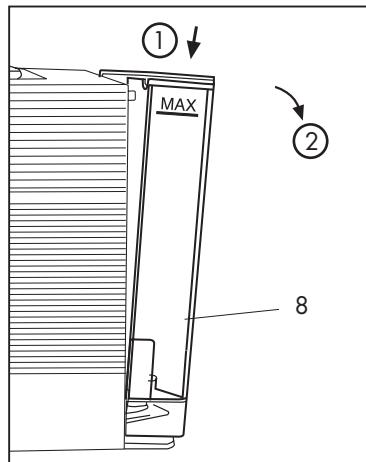

Fig. 1
- Pour extraire le réservoir (8) le faire pivoter vers le bas en poussant simultanément vers l'extérieur. **(Fig.1)**